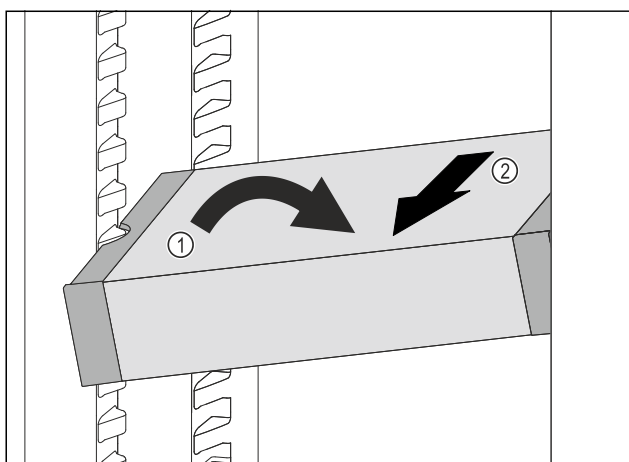

Fig. 143
- ▶ Poziționați oblic VarioSafe în frigider. Fig. 143 (1)
- ▶ Extrageți VarioSafe spre înainte. Fig. 143 (2)